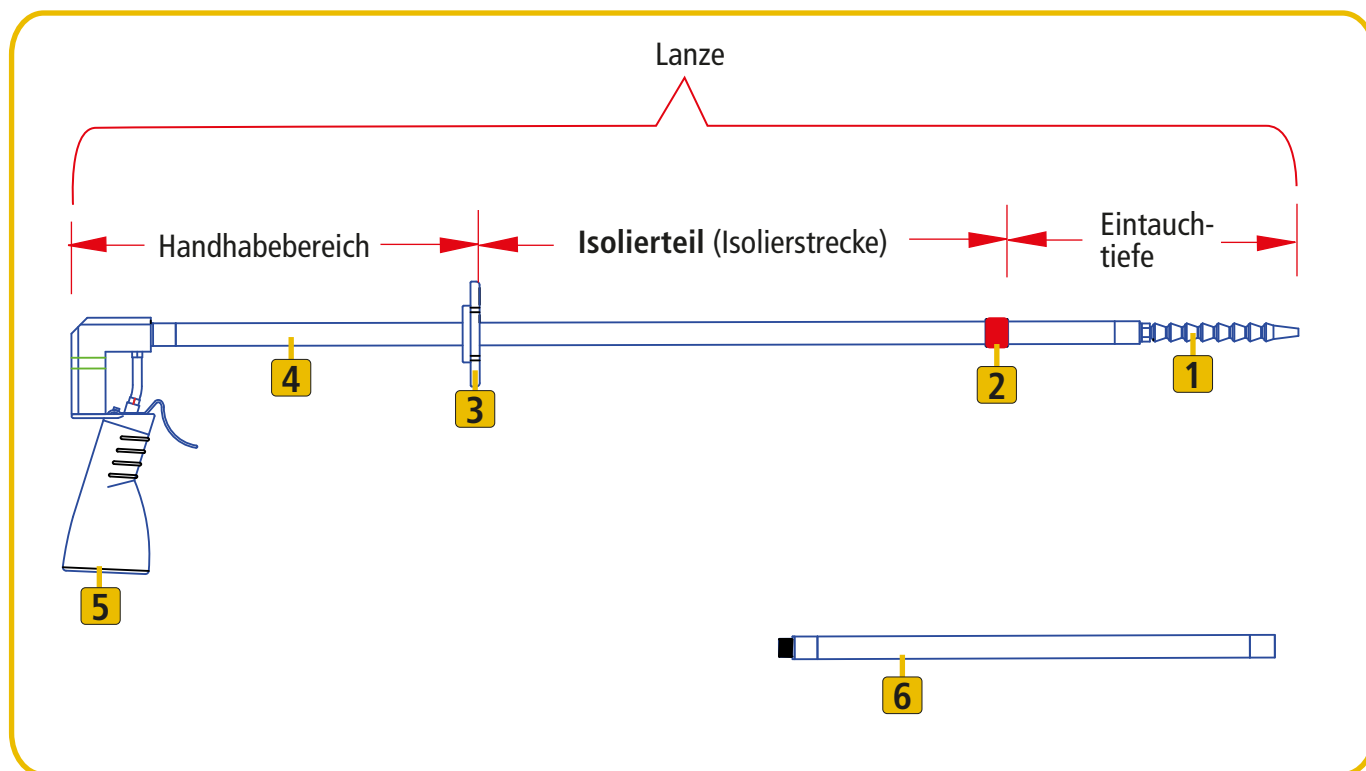

Fig. 1
Der **Handöler, HOEL 36 20 1100** besteht aus einem Oelbehälter, einer Lanze und max. zweier **Verlängerungen, VL HOEL 20 500** sowie aus einem beweglichem Gelenkaufsatz mit Düse (siehe Fig. 1).
Zum Nachfüllen der Schmierstoffe muss der Oelbehälter mit Linksdrehung von der Handhabe abgeschraubt werden. Nach dem Nachfüllvorgang muss der Oelbehälter wieder an die Handhabe (handfest) angeschraubt werden (siehe Fig. 1).
4. Hinweise zur sicheren Handhabung (siehe auch Fig. 1, Seite 5)
Die **Begrenzungsscheibe** und der rote **Ring** begrenzen das **Isolierteil** (Isolierstrecke) des **Handölers, HOEL 36 20 1100** (siehe Fig. 1, Seite 5).